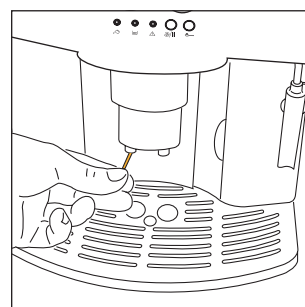

Fig.28
- Kontroller en gang i mellem, at kaffeudløbsrørets huler ikke er tilstoppet. For at rense dem, benyt en nål for at skrab de tørre kaffeaflejringer (fig. 28).